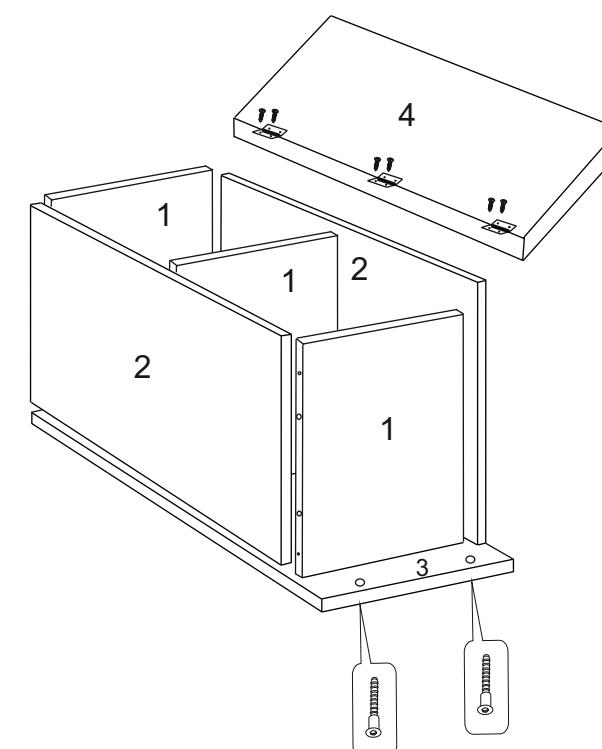

Рис.2
- Закрепите дно пуфа (дет. 3) к боковинам и перегородке (дет. 1) конфирматами (Ф-5) с помощью ключа S4 (Ф-8) (рис. 2).
- Далее, выровняв мягкую крышку пуфа (дет. 4) по середине собранной конструкции, с помощью саморезов 3,5x15 (Ф-7) установите петли (Ф-9) на верхнюю кромку задней стенки (дет. 2) (рис.2).